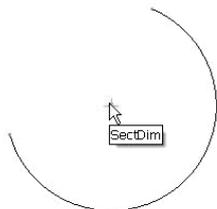

图 2-19 旋转并改变包角和半径
(3) 旋转、改变包角和半径。将鼠标指针移动到圆心上，按下左键不放同时拖动，圆弧便以另一端点为固定点旋转并包角和半径也在变化，如图 2-19 所示，在合适位置松开左键，完成操作。